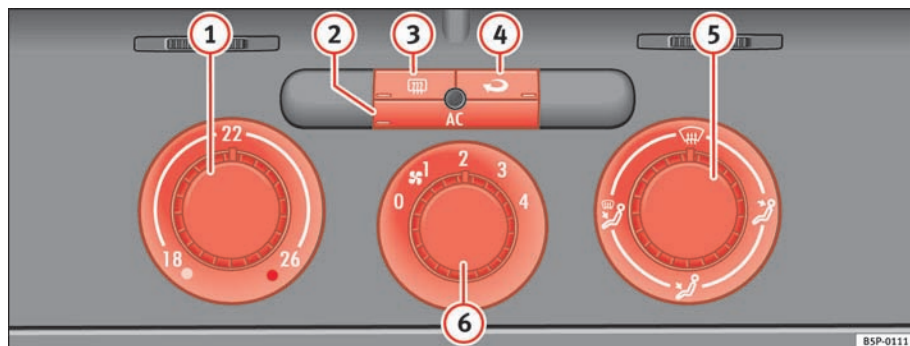

Fig. 129 På instrumentpanelet: betjeningslementer til Climatic
- Du kan indstille temperaturen, luftfordelingen og blæsertrinet med kontakterne ⇒ fig. 129 1, 5 og 6.
- Tilslut airconditionanlægget ved at trykke på knappen ⇒ side 152, fig. 129.